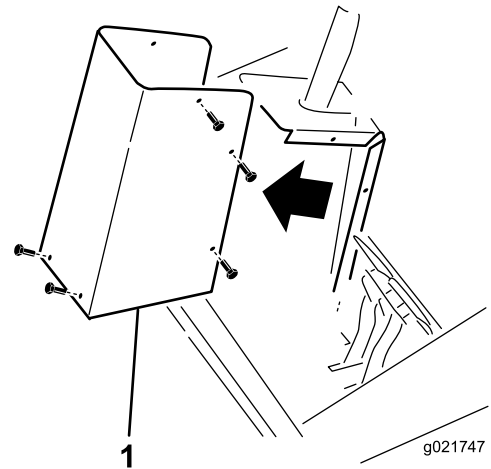

Bild 1
1. Nehmen Sie die Abdeckung von der Lenksäule ab ab (Bild 1).